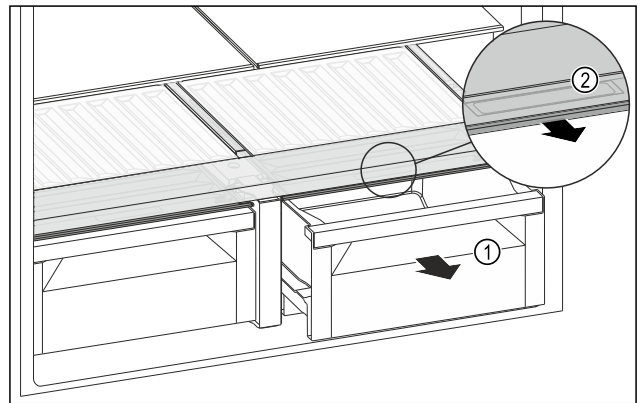

Fig. 137
- Изтеглете чекмеджето Fig. 137 (1).
- Хванете вдлъбнатия захват Fig. 137 (2) на капака на отделението и едновременно с това издърпайте напред капака на отделението.